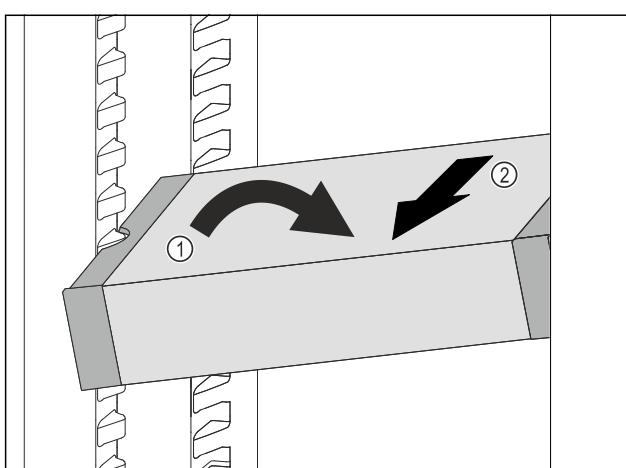

Fig. 41
- VarioSafe postavte v chladničce šikmo. Fig. 41 (1)
- VarioSafe odeberte směrem dopředu. Fig. 41 (2)